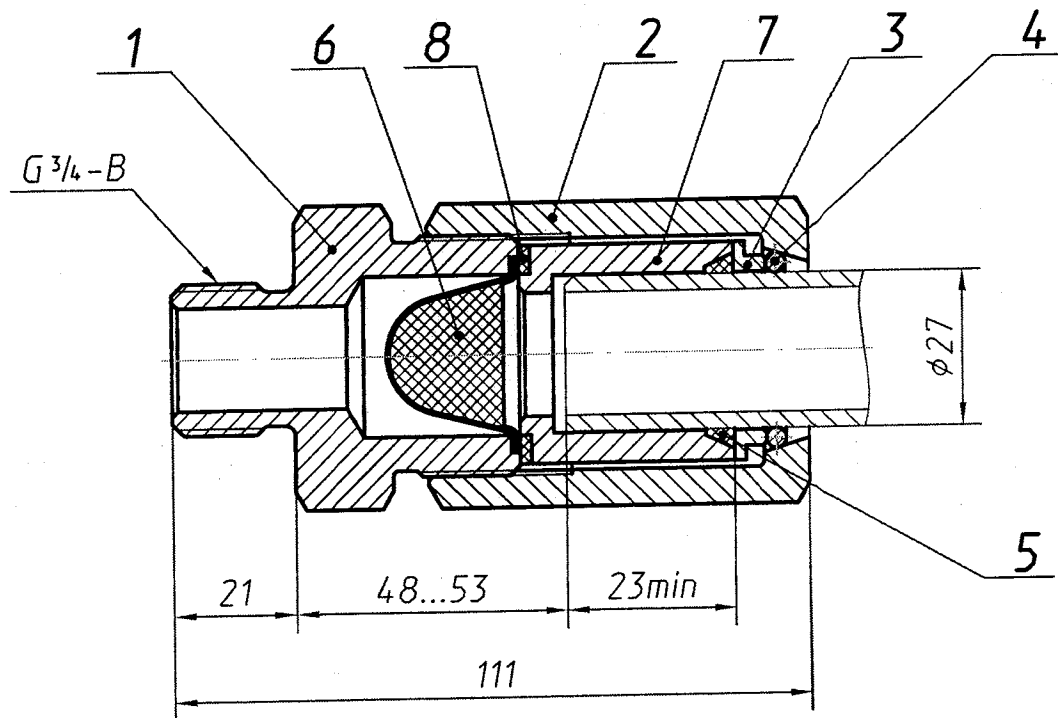

Рисунок 1
2.2 Установка штуцера 4370 (рисунок 1).